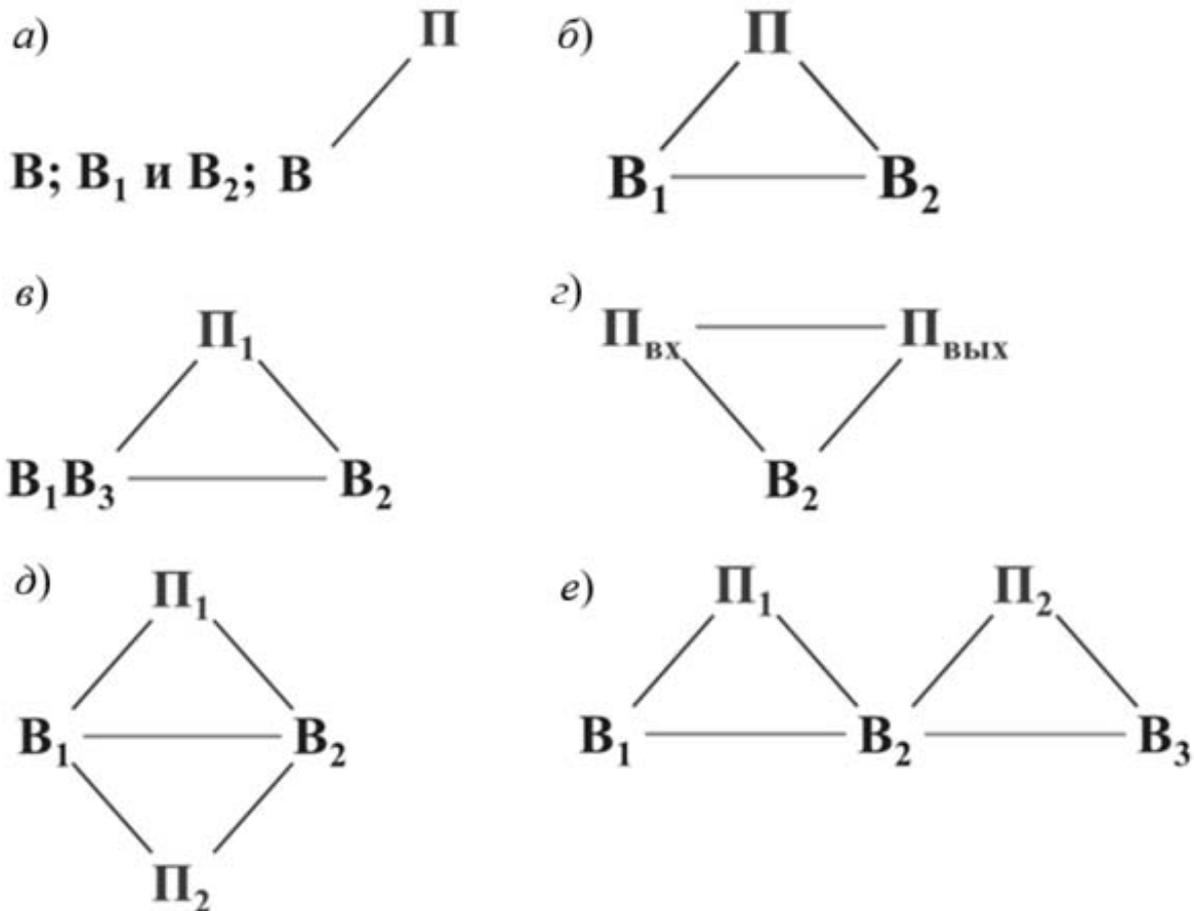

Рисунок 5.1 – Виды веполей по строению
- 1) неполные, т. е. содержащие менее трех элементов (рисунок 5.1, а);
- 2) полные, состоящие из трех элементов (рисунок 5.1, б);
- 3) комплексные, т. е. содержащие несколько веществ (рисунок 5.1, в);
- 4) измерительные, которые состоят из двух полей и одного вещества (рисунок 5.1, г);
5) двойные, когда к двум веществам исходного веполя добавляется еще одно поле, которое формирует дополнительный веполю (рисунок 5.1, *д*);
6) цепные, когда к какому-либо элементу исходного веполя добавляются новые веполи (рисунок 5.1, *е*).